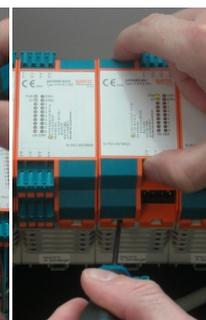

Рисунок 4
- Открыть фиксаторы между верхней и нижней частью корпуса (рис. 4).